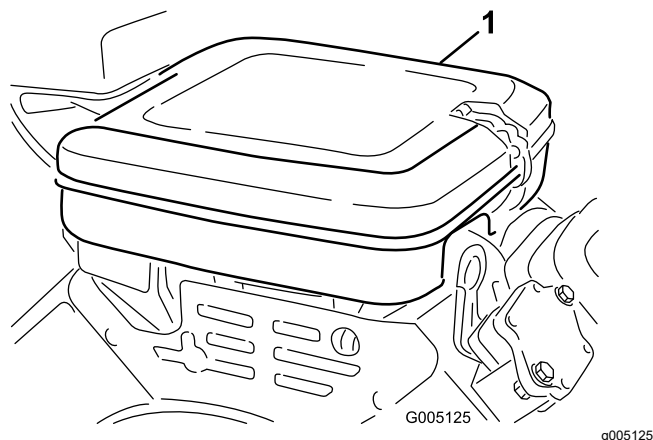

Figure 39
1. Nettoyez le couvercle du filtre à air (Figure 39).